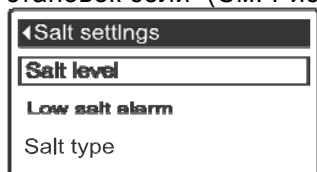

РИС. 25
3. Нажать кнопку ВЫБОР (O) для отображения на экране меню Установок соли (См. Рисунок 25).
7. Нажать кнопку ВЫБРАТЬ (O). Дисплей вернется обратно в меню Установки соли (Рисунок 25).